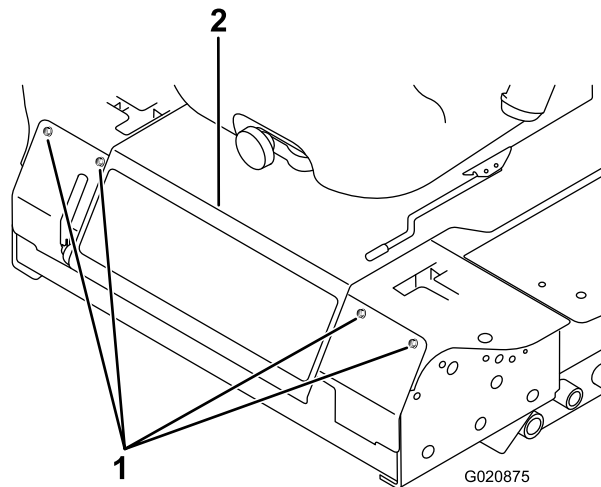

Figura 51
- Afloje los pernos del panel delantero y retire el panel (Figura 51).